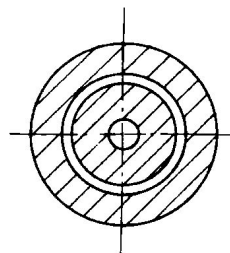

图 1-25 嘴芯和外套的装配
2) 装配组合式割嘴时，必须使嘴芯与外套保持同心，如图 1-25 所示。这样，才能使切割氧流位于预热火焰中心，而不至于发生偏斜。